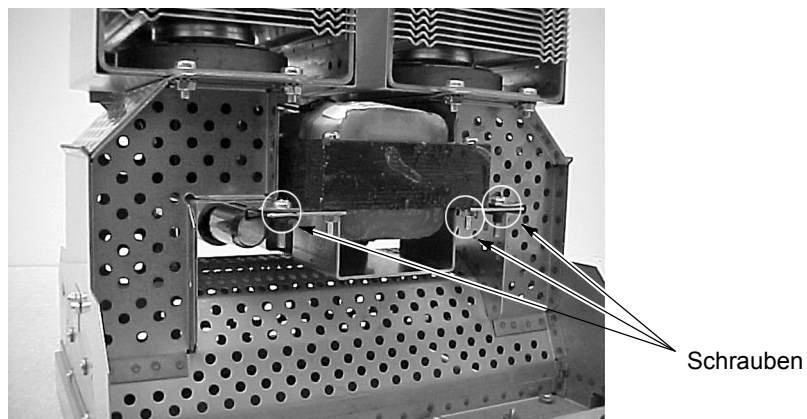

Abb. 5-13 Halterung von Transformator und Stecker abnehmen
4. Die Halterung für Transformator und Stecker abnehmen. Dazu die in Abb. 5-13 gezeigten drei Schrauben abnehmen.